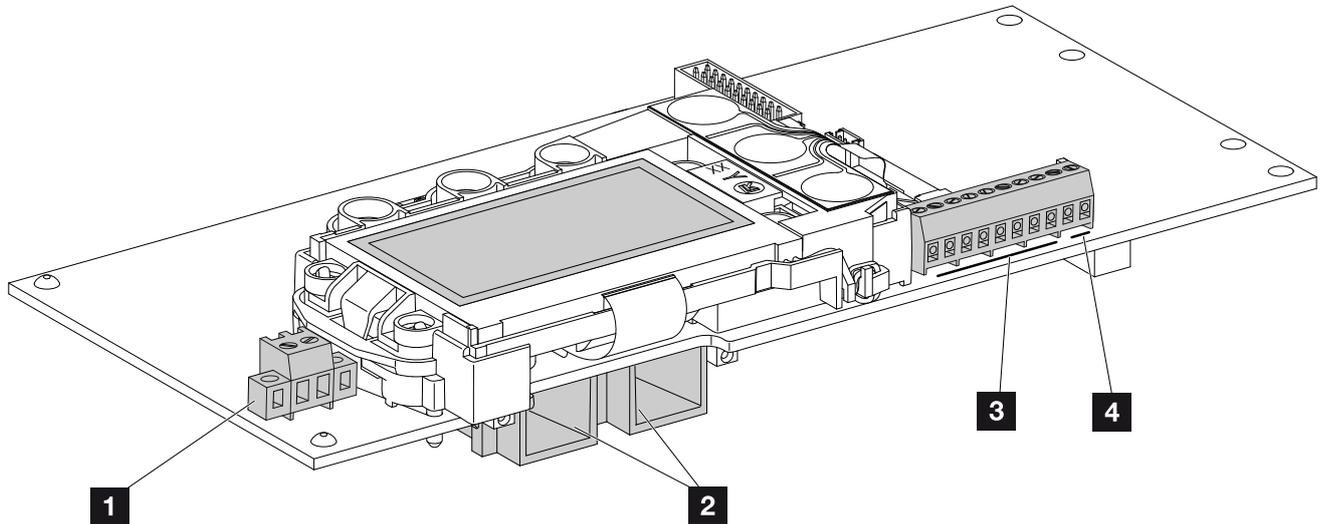

Fig. 38: Componentes da placa de comunicação
6. Encaixe as tomadas e os conectores dos strings CC no inversor.  **Fig. 38**